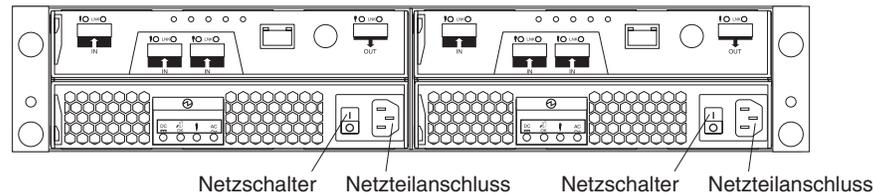

Abbildung 33. Netzschalter und Netzteilanschlüsse für das DS3200
5. Schalten Sie beide Netzschalter an der Rückseite des Speichersubsystems ein. In Abb. 33 sind die Positionen der Netzschalter auf dem DS3200 dargestellt.